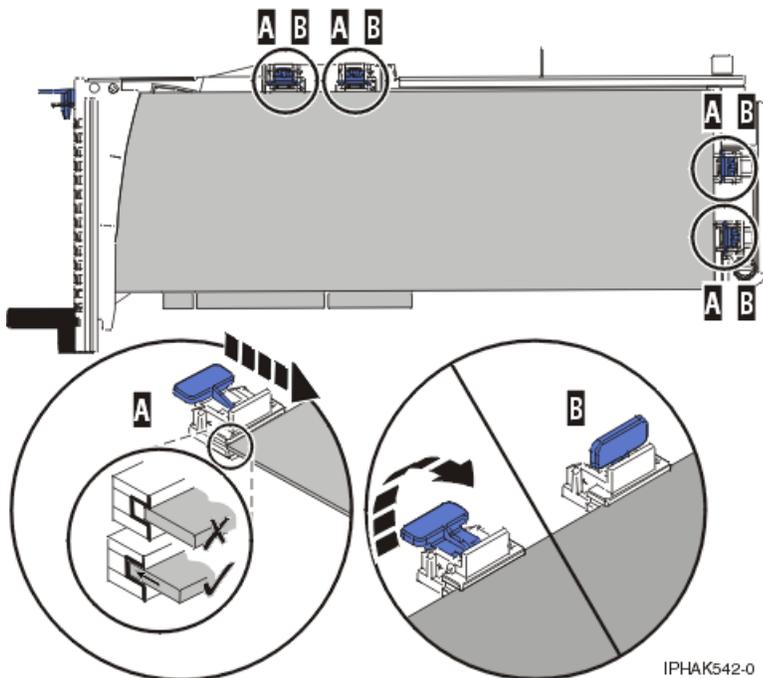

Figura 157. Adaptador longo no cassete do adaptador PCI com os suportes e o estabilizador no local
- 3) Coloque e trave os retentores **(B)**. Consulte Figura 157.